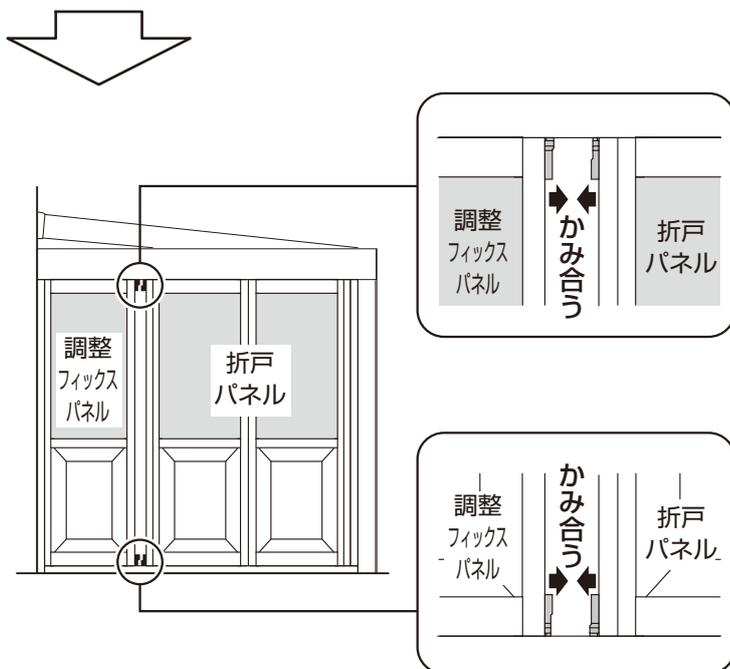
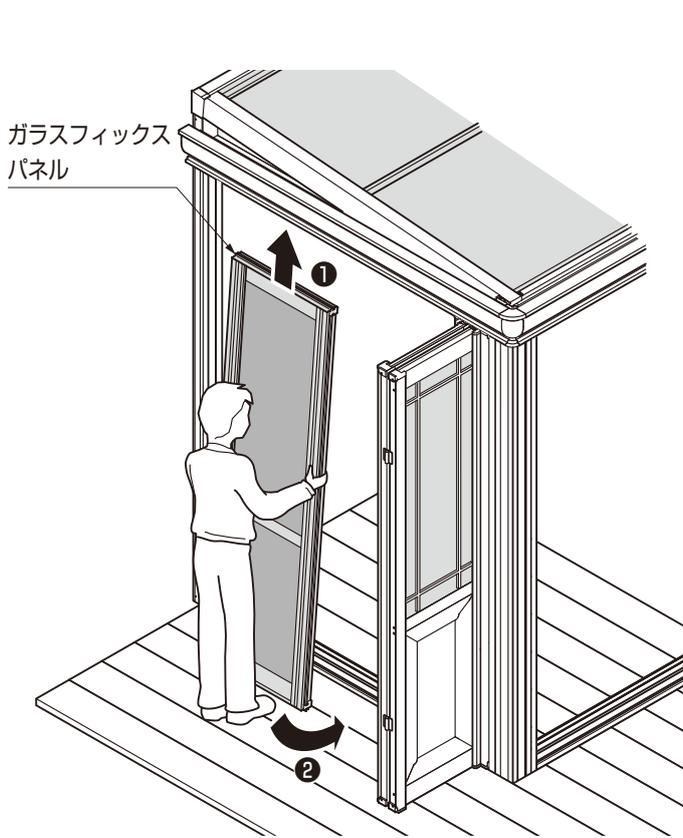
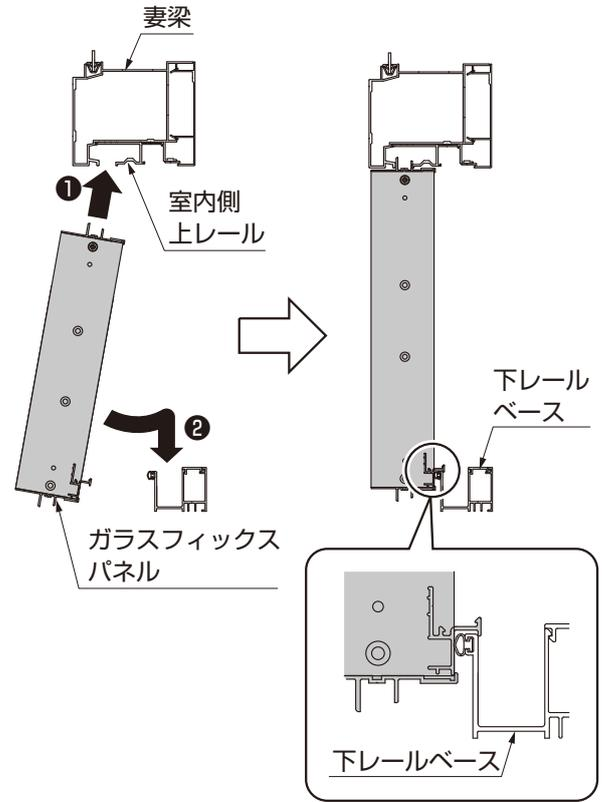

図 2-5
図 2-6
図 2-7
- ②フィックス上下カバーキャップ1、2と折戸パネル上下のパネルスペーサー大1、2がきちんとかみ合う位置で【1-5】を本固定してください。(図2-5、図2-6参照)
- ① ガラスフィックスパネルをけんどんではめ込んでください。(図2-6、図2-7参照)